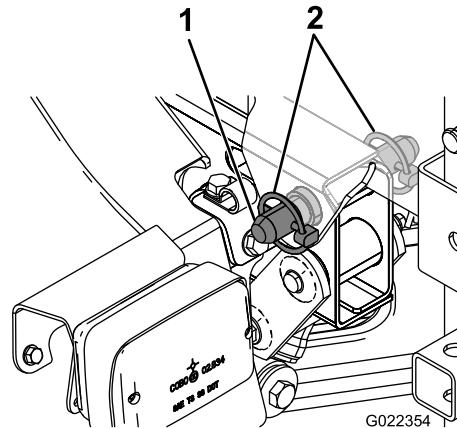

Bild 10
5. Fluchten Sie die Löcher in den Drehansätzen hinten am Behältergestell mit den Löchern im Schwenkrohr der Ladepritsche am Ende des Fahrzeughahmens aus (**Bild 10**).
6. Setzen Sie einen angeschrägten Lastösenbolzen und zwei Klappstecker in den Drehansatz ein, um den Behälter am Rahmen zu befestigen (**Bild 10**).